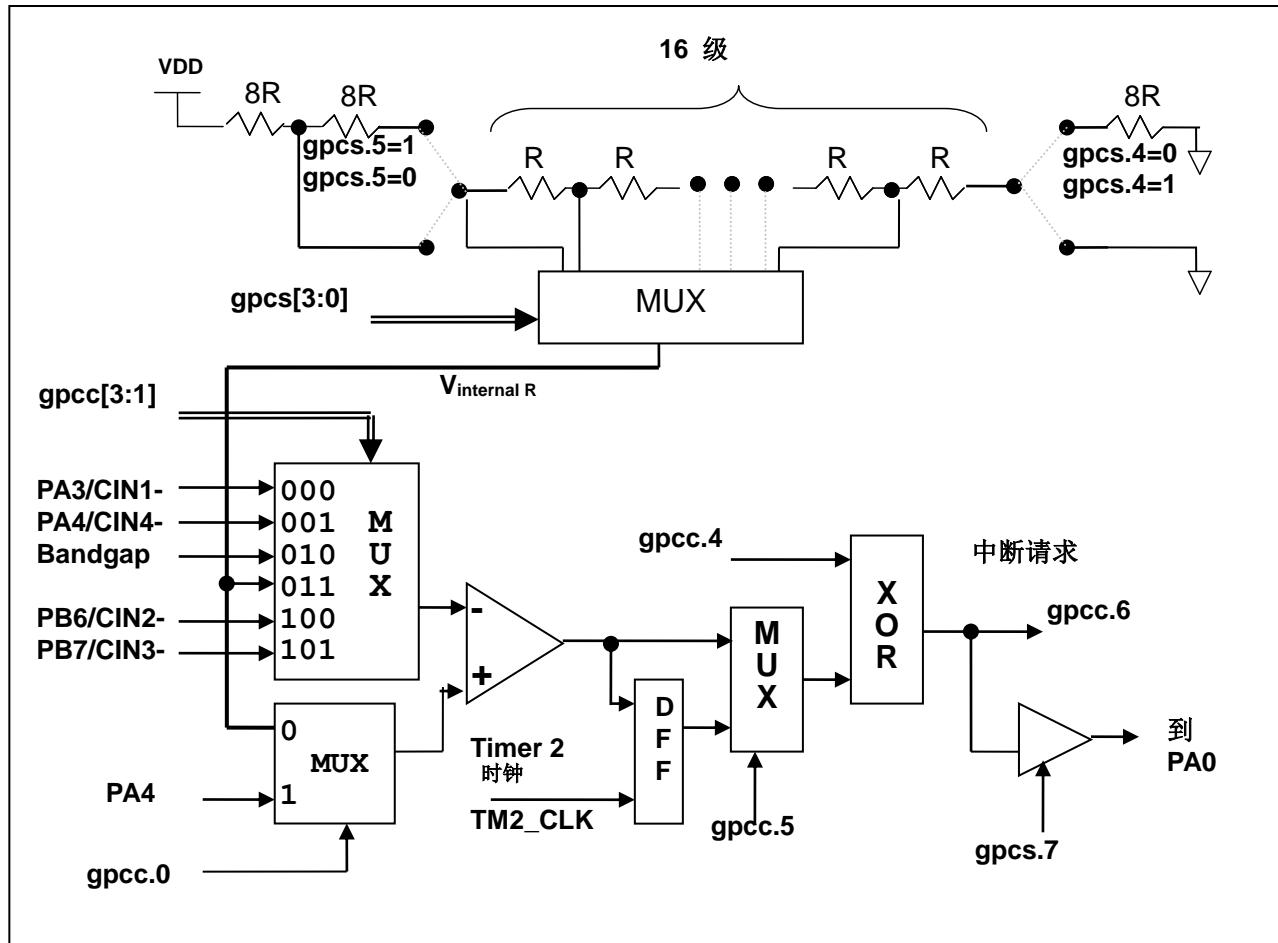

图 9: 比较器硬件图框
**PMS154G** 内部内置了一个比较器，图 9 显示了它的硬件框图。它可以比较两个引脚之间的信号或与内部参考电压  $V_{internal\ R}$  的信号或者  $1.2V$  Bandgap 电压进行比较。进行比较的两个信号，一个是正输入，另一个是负输入。负输入可以是 `PA3`、`PA4`、`PB6`、`PB7`，bandgap 参考电压  $1.20V$ ，或  $V_{internal\ R}$ ，并由 `gpcc` 寄存器的位[3:1]来选择；正输入可以 `PA4` 或  $V_{internal\ R}$ ，由 `gpcc` 寄存器位 0 选择。